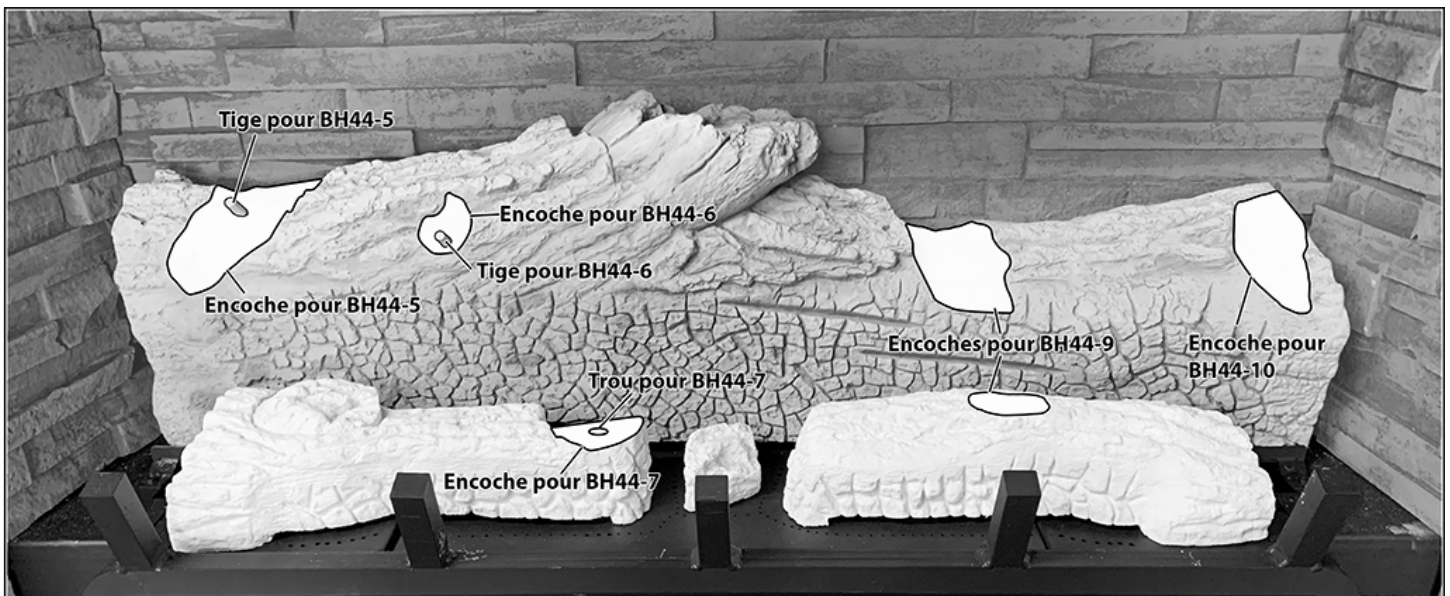
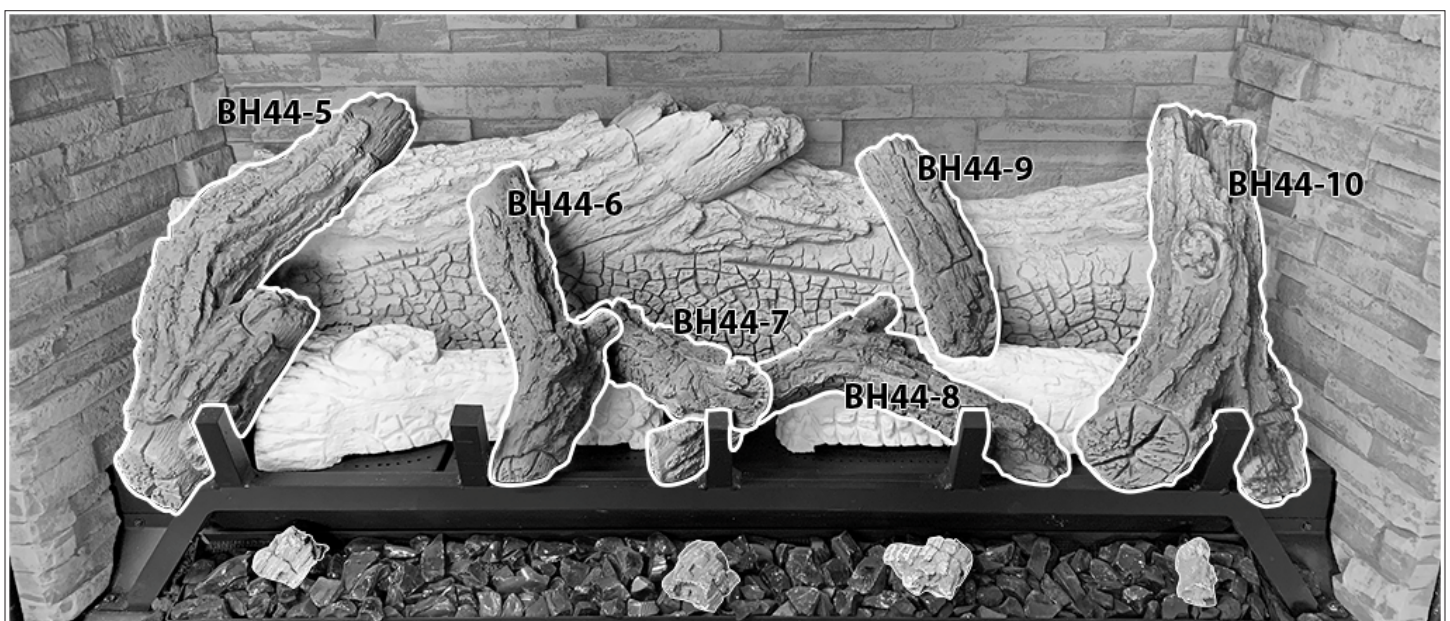

Figure 8.8, Encoches des bûches de base
Figure 8.9, Installation finale du jeu de bûches
5. Alignez le trou au bas de la bûche BH44-5 avec la tige à gauche de la bûche BH44-1 et fixez en place, tel que montré à la Figure 8.9.
6. Alignez le trou au bas de la bûche BH44-6 avec la tige de la bûche BH44-1 et fixez en place, tel que montré à la Figure 8.9.
7. Placez la bûche BH44-8 sur la bûche BH44-4, tel que montré à la Figure 8.9.
8. Aligner le tige au bas de bûche BH44-7 avec le trou dans de bûche BH44-2 (Figure 8.8), et fixez en place sur la bûche BH44-4, tel que montré à Figure 8.9.
9. Alignez log BH44-9 avec les encoche de bûches BH44-1 et BH44-4 (Figure 8.8), tel que montré à Figure 8.9
10. Alignez la bûche BH44-10 avec l'encoche de bûche BH44-1 (Figure 8.8), et fixez en place sur la bûche BH44-4, tel que montré à Figure 8.9.
11. Placez les (6) morceaux carbonisés par-dessus le lit de braises. L'illustration montre une façon de placer ces morceaux, mais vous pouvez les placer à votre goût.